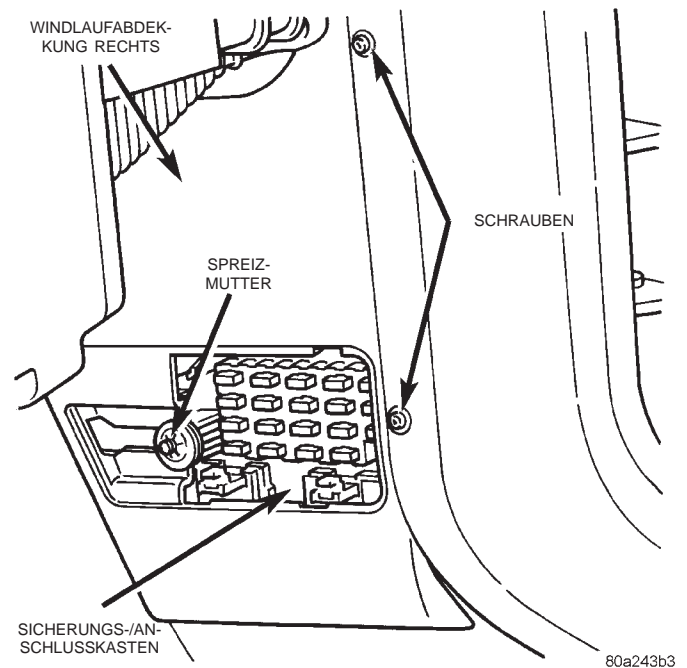

Abb. 5 Windlaufabdeckung rechts aus- und einbauen
- (1) Batterie-Minuskabel abklemmen und elektrisch isolieren.
- (2) Abdeckung des Sicherungs-/Anschlußkastens von der Verkleidung der rechten Windlaufabdeckung abbauen.
- (3) Die Spreizmutter lösen, mit der die rechte Windlaufabdeckung am Stehbolzen des Sicherungs-/Anschlußkastens befestigt ist (Abb. 5).